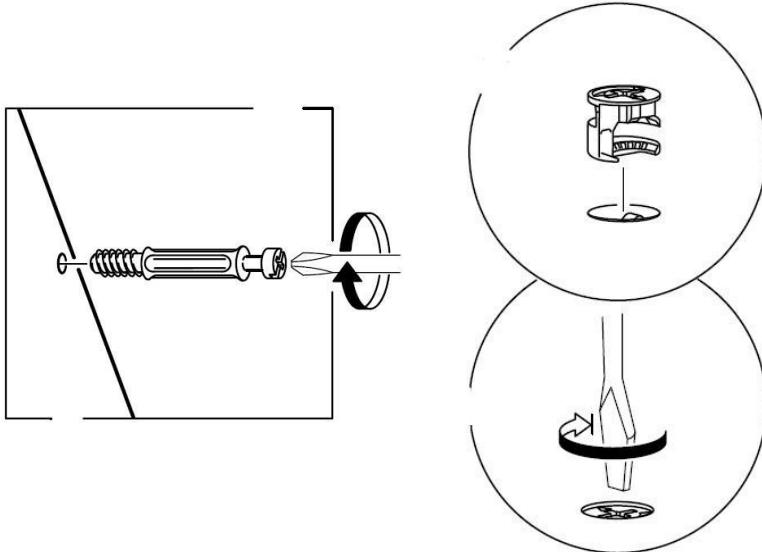
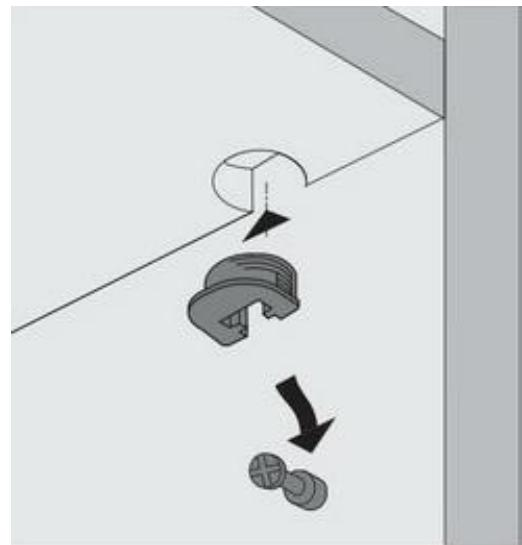

Рис. 1
Рис. 2
1. В горизонтальные щиты (55), вертикальные щиты (54), заднюю стенку (57) в имеющиеся отверстия установить эксцентрики Rastex 15\16, таким образом, чтобы стрелка была повернута в сторону отверстия в торце.
2. В установленные муфты эксцентриковых стяжек на боковых стенках (51), (52), горизонтальных щитах (55) ввернуть дюбели DU644 (длинные) (рис.1 и схема сборки).
3. Установить на нижний щит (53) опоры с помощью шурупов 3,5x13мм.
4. Установить мебельный уголок на нижний щит (53) с помощью шурупов 3,5x13мм (схема сборки).
5. В полки (58), (59) установить врезные полкодержатели (рис. 2).
6. В отверстия диаметром 5мм на боковых стенках (51), (52), перегородке (56) ввернуть дюбели DU322 (короткие) (рис.2 и схема сборки).
7. В отверстие в кромке нижнего щита (53) установить упор для двери (полкодержатель в рубашке) (схема сборки).
8. На крышку шкафа-гардероба (40) установить упор для двери (прямоугольный) с помощью саморезов 3,5x16мм (схема сборки).